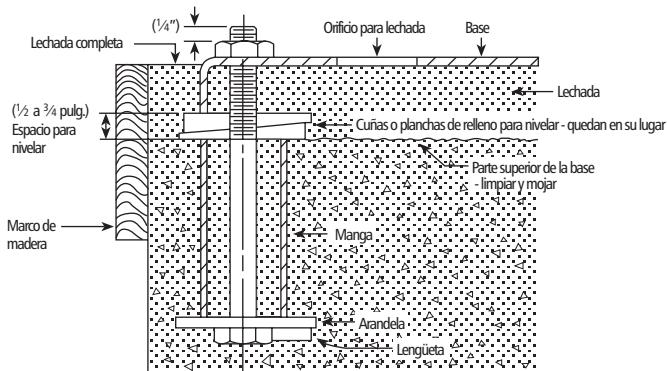

Figura 1
- La placa de base DEBE estar unida con lechada a un cimiento con pie firme. Vea la figura 1.